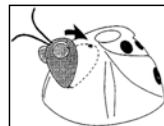

Ilustración 2
2. **Instalación de la cabeza** – Insertar la lengüeta de fijación situada en la parte inferior de la cabeza en el orificio correspondiente del cuerpo del limpiafondos. Girarla parte superior de la cabeza hacia adelante. Alinear la lengüeta con el orificio superior. Aplicar una presión hacia adelante hasta que la cabeza quede bloqueada en su sitio. (Ver ilustración 2)